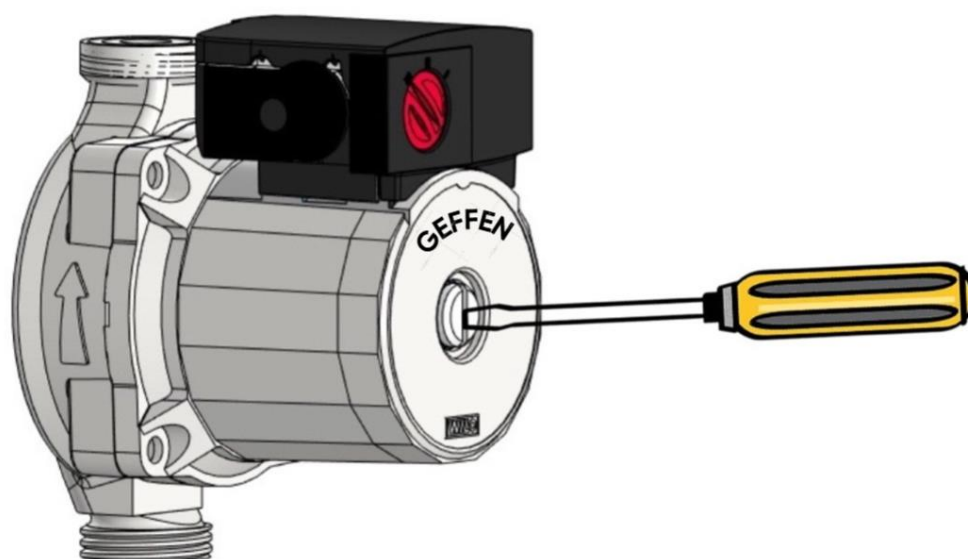

Рис. 3
- осторожно отвернуть винт для удаления воздуха (рис. 3);